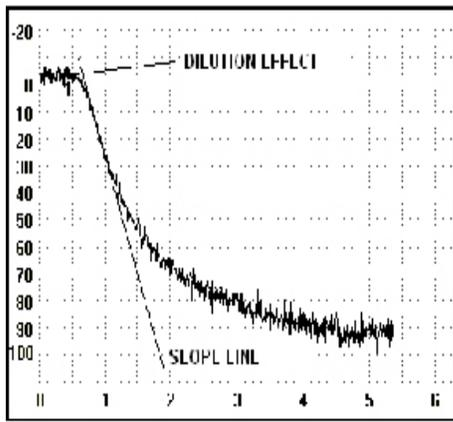

FIGURA 1
Selezionare due punti sulla linea. Misurare l'asse Y (verticale) e l'asse X (orizzontale) (vedere Figura 1). Calcolare la pendenza dividendo l'asse Y per l'asse X. Moltiplicare la somma per 10 e arrotondare al numero intero più vicino.
2. Selezionare due punti sulla linea. Misurare l'asse Y (verticale) e l'asse X (orizzontale) (vedere Figura 1).